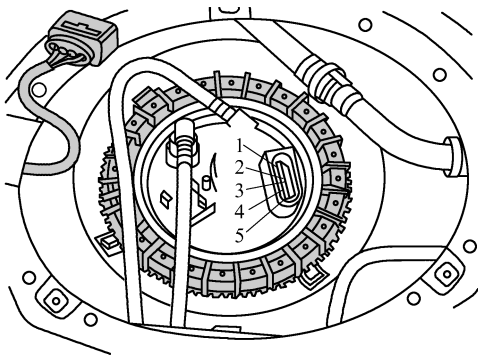

图 1-4-17 将万用表连接到端子 2 和 3 之间测量电阻
(1) 脱开密封法兰上的插接器。
(2) 如图 1-4-17 所示，将万用表连接到端子 2 和 3 之间，测量电阻。